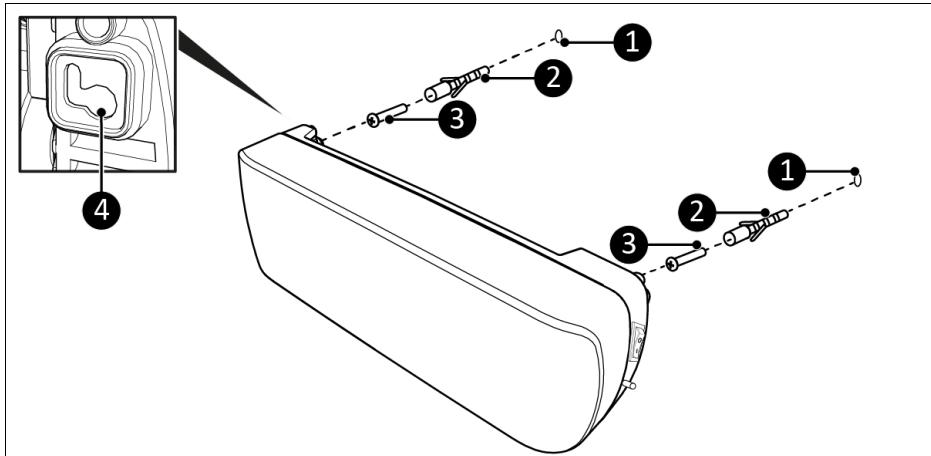

Figure 7
4. Percez deux trous de 10 mm à 39,8 cm l'un de l'autre à l'horizontale à l'endroit voulu (figure 7, pos. 1).
5. Insérez les chevilles dans les trous (figure 7, pos. 2).
6. Serrez fermement les vis dans les chevilles (figure 7, pos. 3). Veillez à ce que les vis dépassent de 10 mm.
7. Placez les œillets de suspension à l'arrière de l'appareil sur les vis insérées dans le mur (figure 7, pos. 4).